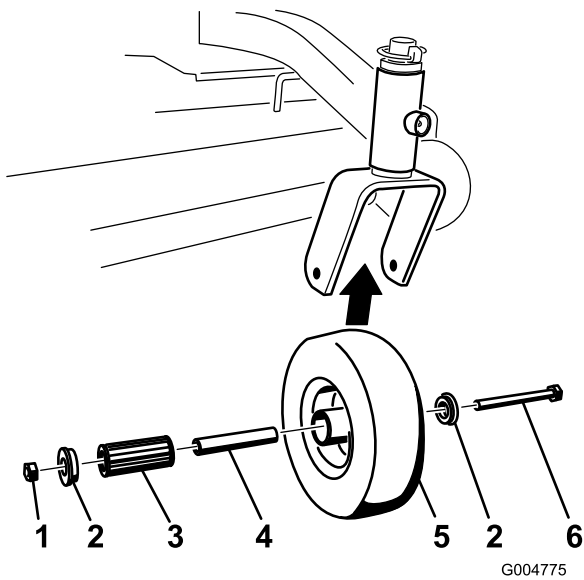

Figura 45
1. Retire la contratuerca y el perno que sujetan la rueda giratoria a la horquilla (Figura 45).
- Retire un solo casquillo y tire del casquillo intermedio y del cojinete de rodillos para sacarlos del cubo de la rueda (Figura 45).
- Retire el otro casquillo del cubo de la rueda y limpie la grasa y la suciedad del cubo de la rueda (Figura 45).
- Inspeccione el cojinete de rodillos, los casquillos, el casquillo intermedio y el interior del cubo de la rueda para comprobar que no están desgastados. Cambie las piezas defectuosas o desgastadas (Figura 45).
- Para montar el conjunto, coloque un casquillo en el cubo de la rueda. Engrase el cojinete de rodillos y el casquillo intermedio y deslícelos en el cubo de la rueda. Coloque el segundo casquillo en el cubo de la rueda (Figura 45).
- Instale la rueda giratoria en la horquilla y fíjela con el perno y la contratuerca. Apriete la contratuerca hasta que el casquillo intermedio se apoye contra el interior de las horquillas de las ruedas giratorias (Figura 45).